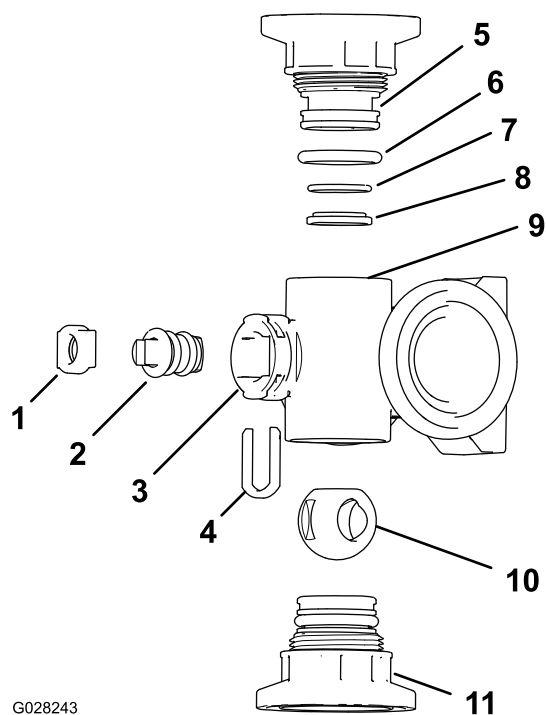
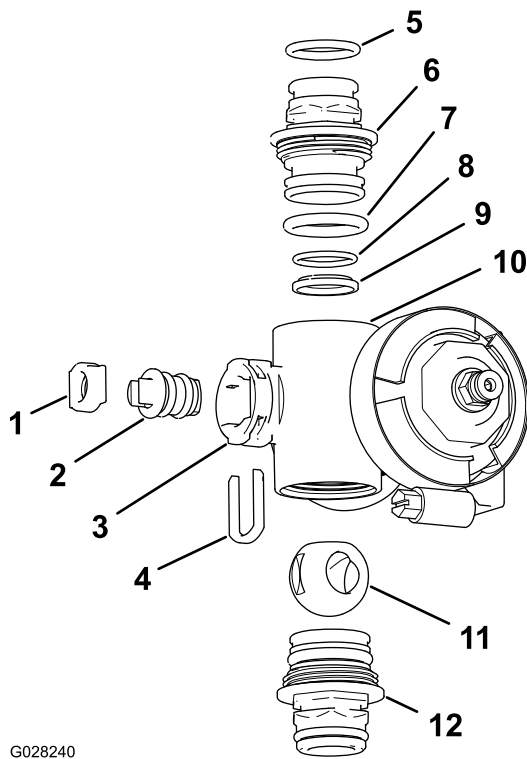

图118
图119
2. 从歧管体的两端拆下 2 个端盖接头组件 图118 和图 119。
4. 从歧管阀杆口的插槽中取下阀杆卡环 图118 和 图119。
5. 从歧管中取下阀杆卡环和阀杆座 图118 和 图119。
6. 将手伸入歧管体并取出阀杆组件 图118 和 图119。
1. 检查出口接头 O 形圈仅限喷洒臂段阀歧管、端盖 O 形圈、反向固定 O 形圈和球阀座是否损坏或磨损 图118 和 图119。
2. 为阀杆涂抹润滑脂然后将其插入阀杆座 图118 和 图119。
3. 将阀杆插入歧管并放好然后使用阀杆卡环固定阀杆和阀杆座 图118 和 图119。
4. 确保反向固定 O 形圈和球阀座对齐并在端盖接头中放好 图118 和 图119
5. 将端盖接头总成安装到歧管体上直至端盖接头凸缘接触到歧管体 图118 和 图119 然后再将端盖接头旋转 $\frac{1}{8}$ 圈。